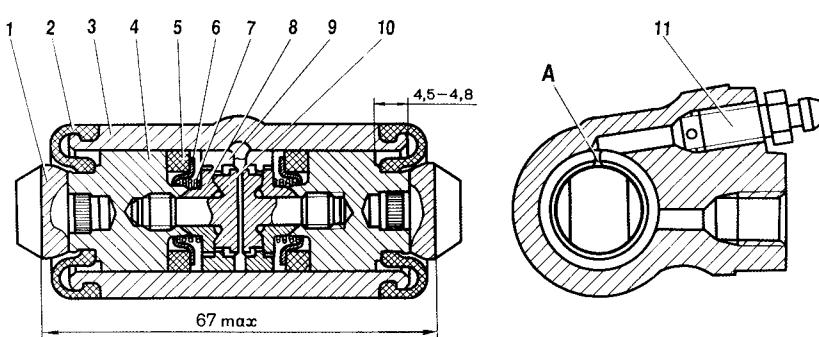

Рис. 6-18. Колесный цилиндр:
Снимите защитные колпачки 2 (рис. 6-18), затем выпрессуйте из корпуса 3 цилиндра поршни 4 в сборе с деталями устройства автоматического регулирования зазора между тормозными колодками и барабаном.
- прорезь А (см. рис. 6-18) на упорных кольцах должна быть направлена вертикально вверх; отклонение от вертикали допускается не более 30°. Такое расположение прорези обеспечивает более полное удаление воздуха из привода тормозного механизма при его прокачке;
- при запрессовке поршня в цилиндр необходимо выдержать размеры 4,5–4,8 мм и 67 мм (максимально) (см. рис. 6-18) для свободной посадки тормозного барабана;